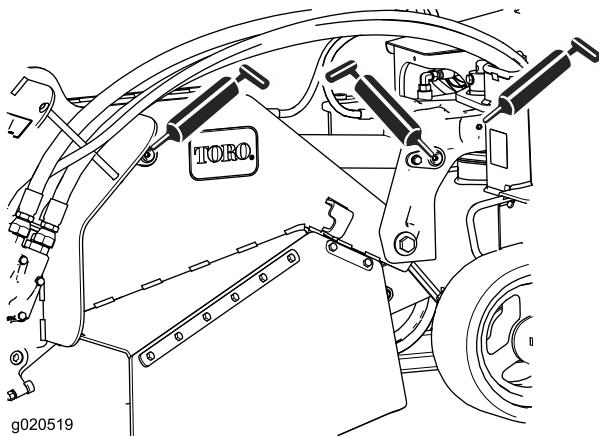
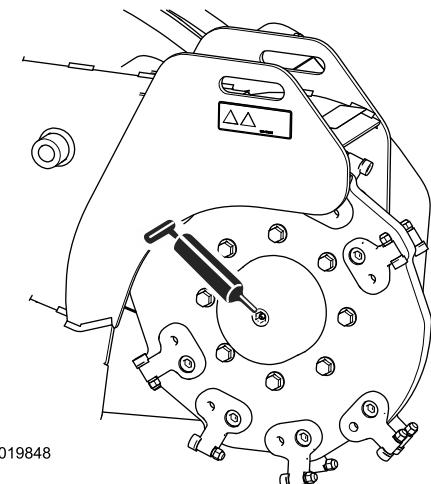

Bild 28
Bild 26
3. Setzen Sie die Fettpresse nacheinander an allen Nippeln an (Bild 26 und Bild 28).